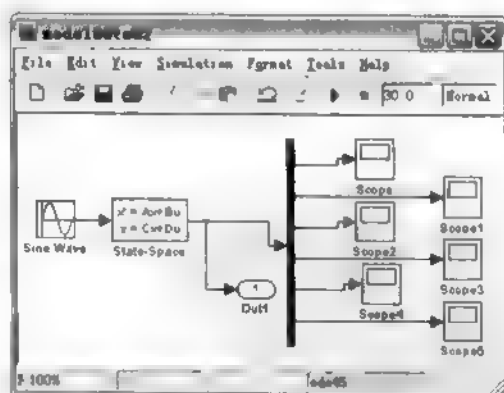

图 6.10 多自由度模型窗口
(2) 打开一个空白模型编辑窗口。
(3) 将 6.2 节中(3)、(4)和(5)步合并起来,得到如图 6.10 所示模型图。